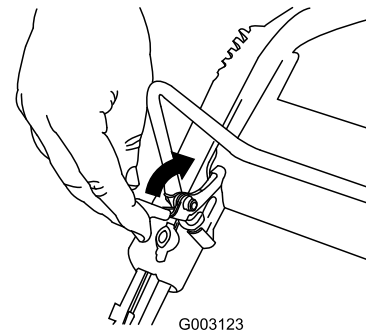

Bild 16
Zum Abschalten des Motors, drücken und halten Sie den Motorschalter (Bild 16), bis der Motor abschaltet.
1. Ziehen Sie die Schaltbügelsperre zurück (Bild 16).